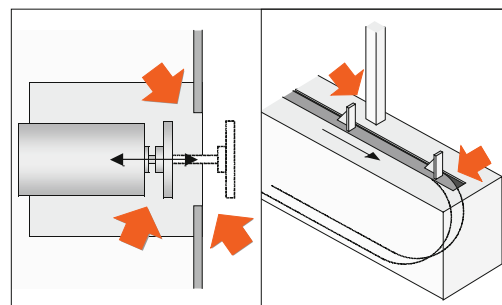

Fig. 7
- 7 Les éléments coulissants tels que poussoirs, éléments de transport, tables mobiles, se déplacent-ils sans créer de **zones de cisaillement** durant tout le mouvement? (Fig. 7 et 9)